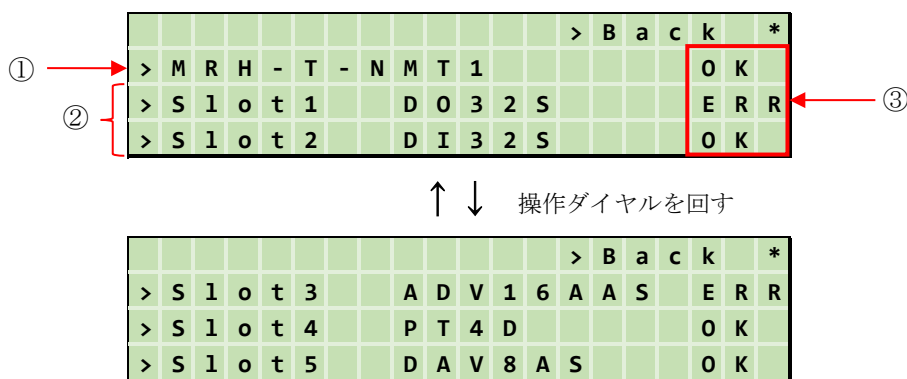

図 8.3 モジュール選択画面
「> Monitoring Mode」を選択するとモジュール選択画面 (図 8.3)、「> Data Save Mode」を選択するとスナップショット画面 (図 8.20) へ切替ります。
モジュール選択画面 (図 8.3) で「> MRH-T-NMT1」を選択すると、通信モジュール画面を表示します。操作ダイヤルを回すことで「MAC アドレス」「ポート番号」「IP アドレス」「ゲートウェイアドレス」「サブネットマスク」の順に画面を切替えます。
② 通信モジュール状態
通信モジュールの状態を表示します (図 8.3 の③と同内容)
モジュール選択画面 (図 8.3) で「> MRH-T-NCL1」を選択すると、通信モジュール画面を表示します。
- ① 内部バス通信状態
A系/B系の通信状態を表示します (図 8.3 の③と同内容)
- ② 通信モジュール状態
モジュール選択画面 (図 8.3) でアナログ入力のモジュールを選択すると、アナログ入力モジュール画面を表示します。操作ダイヤルを回すことで、次のチャンネルに切替えます。
- ② アナログ入力モジュール状態
アナログ入力モジュールの状態を表示します (図 8.3 の③と同内容)
モジュール選択画面（図 8.3）でアナログ出力のモジュールを選択すると、アナログ出力モジュール画面を表示します。操作ダイヤルを回すことで、次のチャンネルに切替えます。
- ② アナログ出力モジュール状態
アナログ出力モジュールの状態を表示します（図 8.3 の③と同内容）
モジュール選択画面（図 8.3）でデジタル入力のモジュールを選択すると、デジタル入力モジュール画面を表示します。入力点数が 16 点より多ければ、操作ダイヤルを回すことで次のチャンネルのデジタル入力モジュール画面を表示します。
- ② デジタル入力モジュール状態
デジタル入力モジュールの状態を表示します（図 8.3 の③と同内容）